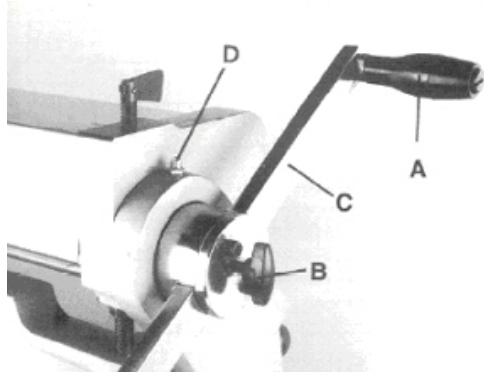

Рис. 1
7. Снимите одну ручку (А, Рис.1) с блока рукоятки.
8. Ослабьте барашковый винт (В, Рис.1).
9. Вставьте стержень (С, Рис.1) во втулку и затяните крепление (Рис. 1) на месте.
10. Поставьте обратно ручку (В. Рис.1).
1. Смазывайте через ниппели наверху левой и правой сторон рамы при помощи шприца с консистентной смазкой раз в месяц (D, Рис.1).